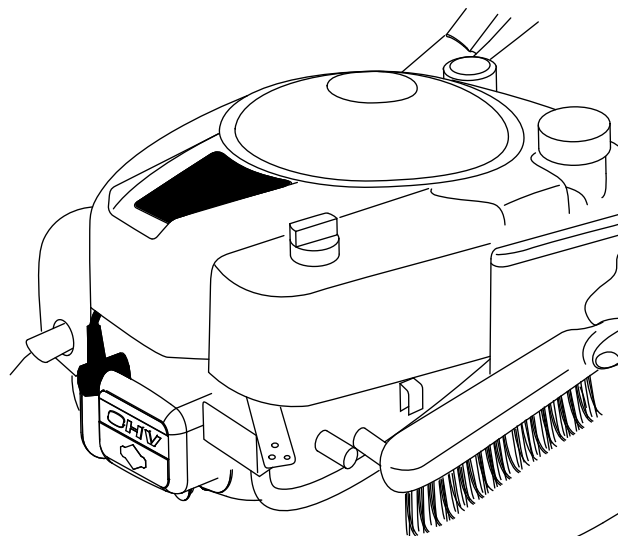

Рисунок 27
- Удалите всю траву и мусор с поверхности двигателя, включая выхлоп / ограждение выхлопа, воздуховоды в верхнем кожухе и окружающую деку, с помощью щетки или сжатого воздуха (Рисунок 27).